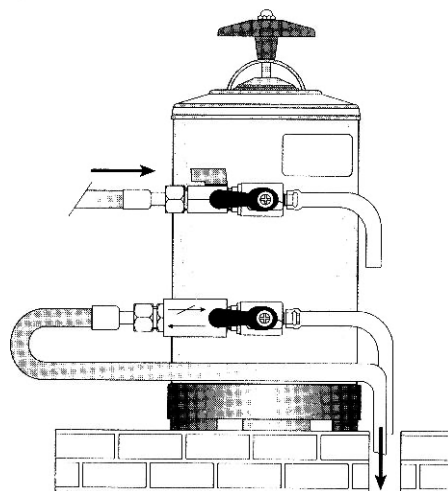

Рис. 2
• Промывка ионообменных смол (рис. 2)